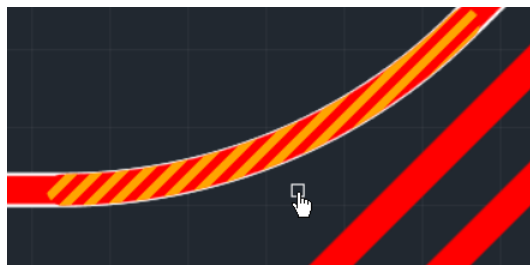

Рис. 259 Выбор точки редактирования
1. Выберите точку и нажмите левую кнопку мыши, Рис. 259.